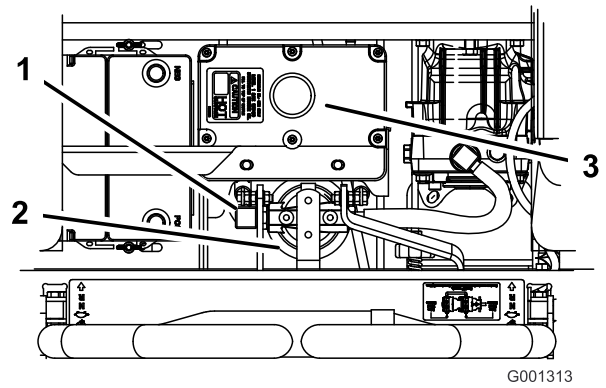

Bild 71
4. Nehmen Sie den rechten Hydraulikschlauch ab, der im Adapter endet (Bild 71).
6. Montieren Sie den rechten Hydraulikschlauch am Adapter (Bild 71).